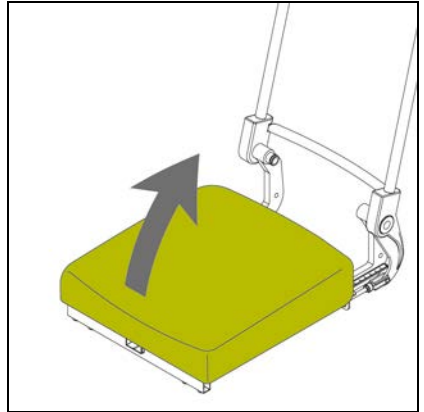

Abb. 3.1
##### Abnehmen (Abb. 3.1)
4. Nehmen Sie den Sitz vom Stuhl, indem Sie ihn nach oben ziehen (Abb. 3.1).